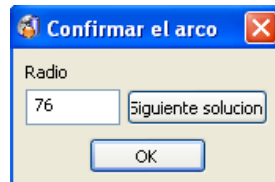

Figura 2.39 Formulario Confirmar el arco.
- Seleccionar Crear un arco a partir de tres puntos/entidades , posicionar el cursor sobre la línea de arco que va del círculo superior de 38 mm hacia la línea de construcción y hacer clic cuando se muestre la etiqueta Tangente, luego arrastrar el cursor hacia la línea de construcción y hacer clic cuando se muestre la etiqueta Tangente, hacer clic entre las dos líneas, aparece el formulario Confirmar el arco, introducir el radio exacto de 76 mm y pulsar Siguiete solución si es necesario, hasta obtener la forma deseada (Figura 2.39).